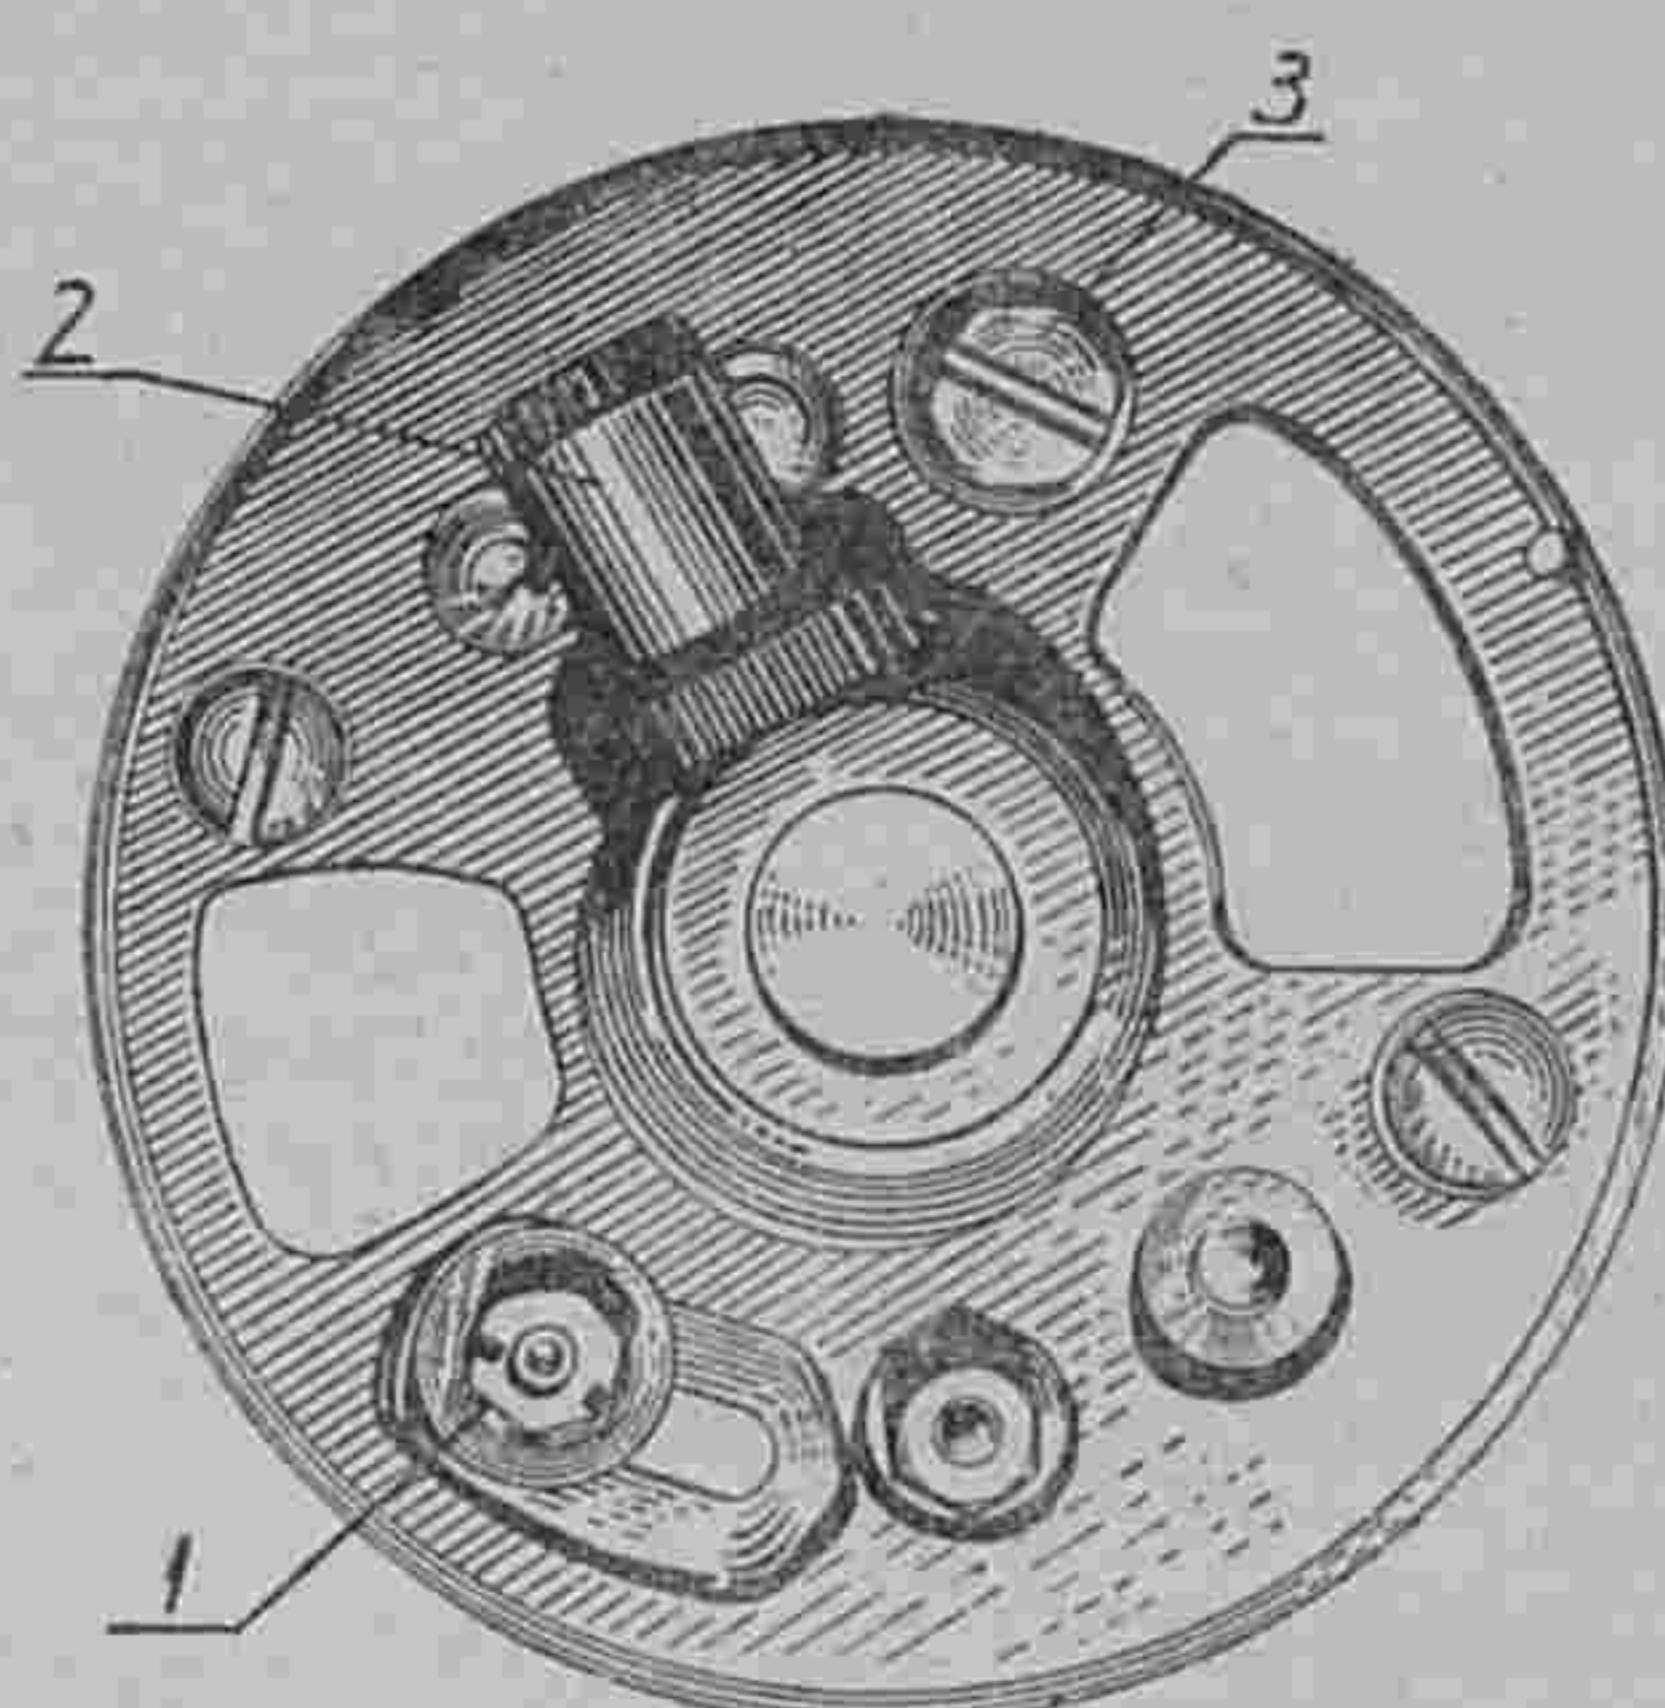

Рис. 12. Генератор (вид сзади):
поворота третьей щетки (1) (рис. 12) и передвинуть щетку в нужном направлении.
Для предохранения обмоток генератора от чрезмерных токов генератор снабжен предохранителем, установленным в цепь шунт-масса (рис. 12) и рассчитанным на максимальную силу тока 10 а.